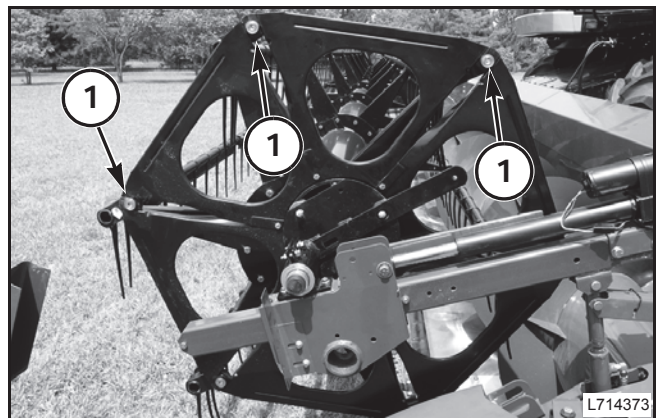

FIG. 14
FIG. 14: Instale el protector del excéntrico en los brazos de la barra del molinete utilizando el herraje (1) que fue instalado de manera provisoria en los brazos de accionamiento de las barras del molinete.